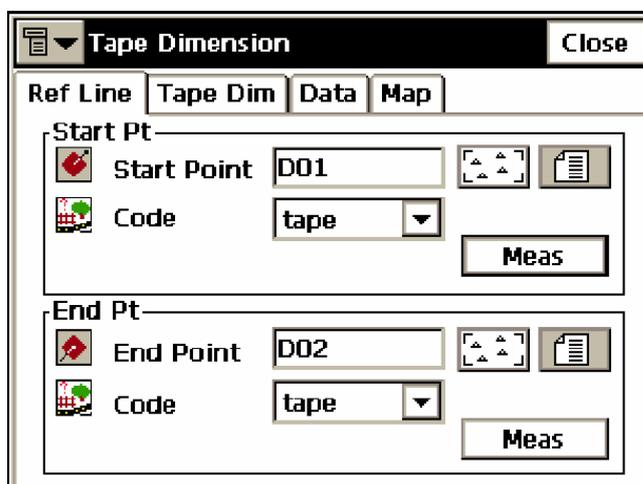

Рисунок 6-16. Обмеры рулеткой - опорная линия
2. Выбрав вкладку *Ref Line (базисная линия)*, введите данные о двух точках, которые составляют опорную линию: имена и коды. Если координаты опорных точек еще не определены, перейдите в режим измерений и нажмите кнопку **Meas (Измерить)** в соответствующем поле (рис. 6-16).